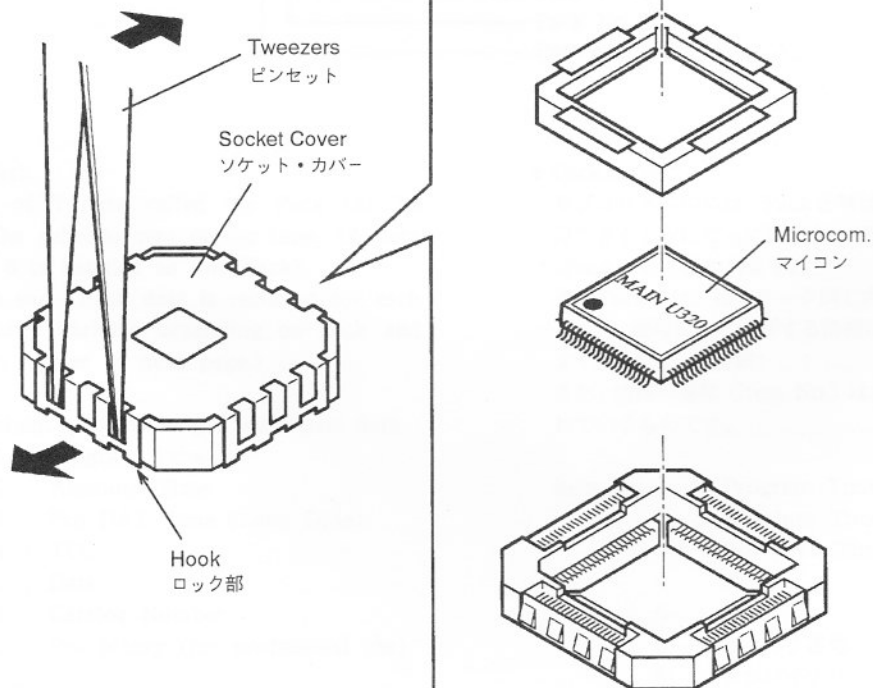

Fig. 3-1
1. Refer to Figure 3-1 and using a pair of tweezers unhook the socket cover (it is hooked at four points per side), then lift the socket cover off.
1. 図3-1のようにピンセットをソケット・カバーの穴に差し込みソケット・カバーの中心方向に倒すようにして、ソケット・カバーのロック部を4面、順に少しずつ外して、ソケット・カバーを外す。